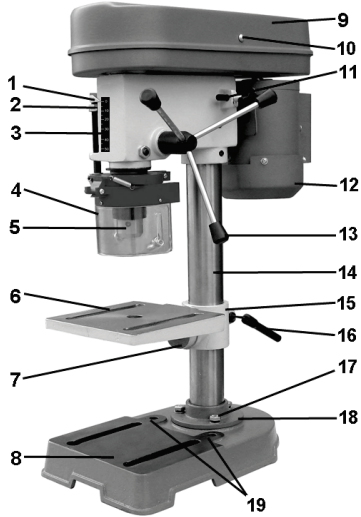
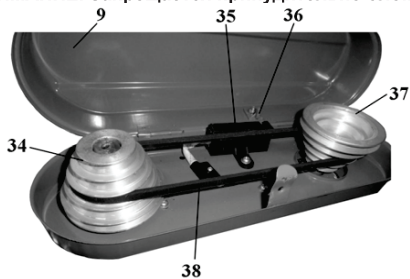
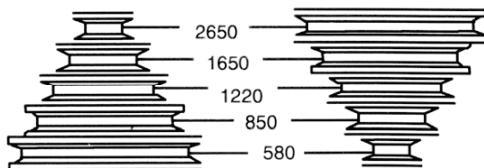
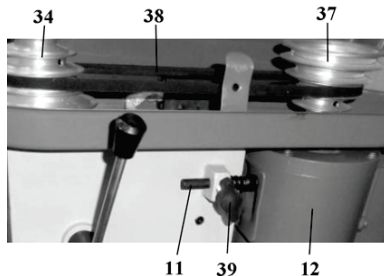

Рис. 2
Рис. 8
Рис. 9
Рис. 10
6.1. Станок сверлильный вертикальный состоит из следующих сборочных единиц и деталей, Рис.2,3:
Перед использованием станка, его необходимо закрепить на ровной поверхности верстака (рабочего стола) при помощи двух резьбовых соединений (не комплектуются) через отверстия (19) в основании (8), Рис.2. Обязательно используйте при креплении плоскую и пружинную шайбы на каждый болт (не комплектуются).
9.1. Установите на ровную прочную поверхность верстака основание (8) станка, Рис.2.
9.2. Установите на основание (8) колонну (14), Рис.2 и закрепите опору (18) колоны (14) тремя прилагаемыми болтами (17), Рис.2.
9.3. Установите рабочий стол (6) на колонне (14), положение зажимной муфты (15) закрепите ручкой фиксации (16), Рис.2.
9.7. Установите сверлильный патрон (5), Рис.2, на шпиндель станка, (предварительно необходимо удалить с его
поверхности смазку, а также очистить от смазки внутреннюю посадочную поверхность сверлильного патрона (5), Рис.2). Закрепите сверлильный патрон (5), Рис.2, на шпинделе легким ударом через деревянный брусок, кулачки сверлильного патрона (5) при этом должны быть сведены.
10.2. Перед тем как включить станок, проверьте надёжность закрепления верхнего кожуха (9) винтом (10), Рис.2. Ключ к сверлильному патрону **не должен** оставаться в сверлильном патроне (5), Рис.2. Режущий инструмент (сверло) в сверлильном патроне (5) должен быть хорошо закреплён. Если режущий инструмент не установлен, то кулачки сверлильного патрона (5) должны быть сведены, Рис.2.
10.4. Контроль глубины сверления «глухих» отверстий производится по шкале (3) и указателю (1), Рис.2.
Регулировка (ограничение) глубины сверления производится гайками (2), Рис.2.
10.5. Установка высоты рабочего стола (6) задается перемещением зажимной муфты (15) на колонне (14). Перед изменением положения зажимной муфты (15) на колонне (14) необходимо ослабить её положение ручкой фиксации (16). После установки рабочего стола (6) на необходимую высоту ручкой фиксации (16) надёжно закрепите положение зажимной муфты (15), Рис.2.
10.6. При открытии кожуха (9) ременной передачи, Рис.2,8, станок отключится. Включение станка возможно только после закрытия кожуха (9) ременной передачи, Рис.2,8 и нажатия на зелёную кнопку ВКЛ (21), Рис.2. (см. п.10.3.). Если станок не включается, выполните регулировку положения кулачка (36).
**ВНИМАНИЕ: Запрещается принудительно блокировать конечный выключатель (35).**
10.7. Перемещение шпинделя производится ручкой подачи (13), Рис.2. При сверлении отверстий контролируйте величину подачи режущего инструмента во избежание контакта режущего инструмента с тисками (26) или рабочим столом (6), Рис.2,5.
10.8. Скорость вращения шпинделя регулируется изменением положения клинового ремня (38) на ручьях шкивов (34 и 37), Рис.8, 9. Можно установить 5 режимов частоты вращения шпинделя, Рис.9.
Для изменения режима вращения шпинделя предварительно следует ослабить натяжение клинового ремня (38), Рис.8. Для этого необходимо ослабить винт фиксации (39), Рис.10. Переместите электродвигатель (12) со шкивом (37) в направлении шкива (34), так как на оси (11) установлена пружина; положение зафиксируйте винтом фиксации (39), Рис.10. В соответствии с намеченной операцией и согласно таблице 2 и Рис. 9 необходимо установить ремень (38) на ручьях шкивов (34 и 37), Рис.8 -10.
**Натяните клиновой ремень (38), для чего переместите электродвигатель (12) со шкивом (37) в направлении натяжения клинового ремня (38); положение надёжно зафиксируйте винтом фиксации (39).**
10.9. Для установки угла поворота поверхности рабочего стола (6) относительно режущего инструмента необходимо:
- ослабить болт крепления поворотного фланца (7) к зажимной муфте (15), Рис.2;
- по показаниям шкалы (25) установить и закрепить положение рабочего стола (6), Рис.2,4.